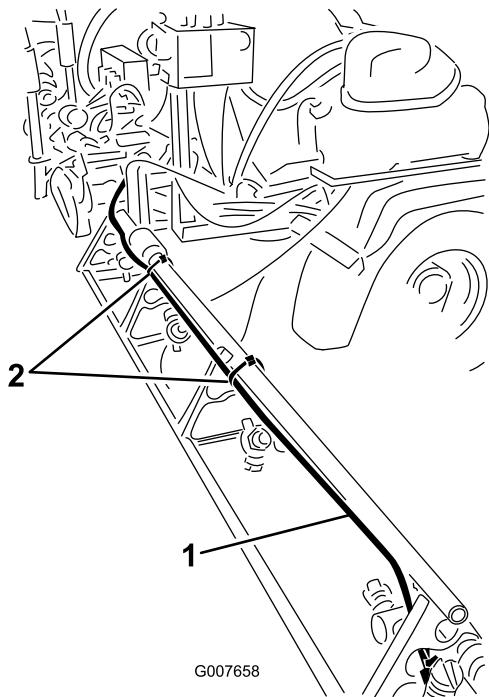

図 7
- 右側ブームで、上サポート・ポールに沿って泡ホースを取り付ける（図 7）。